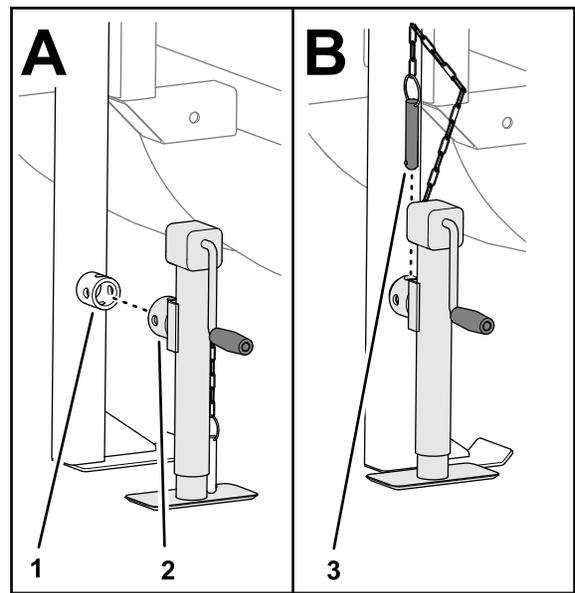

図 24
2. 後部ジャッキレグにジャッキを縦に組み付け、ピンで固定する 図 24。